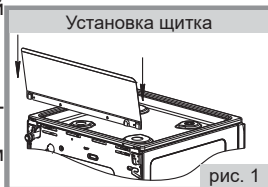

рис. 1
■ Модели плит GM 4M41 001, GM 3M41 001 комплектуются щитком, который закрепляется перед установкой плиты (рис.1).